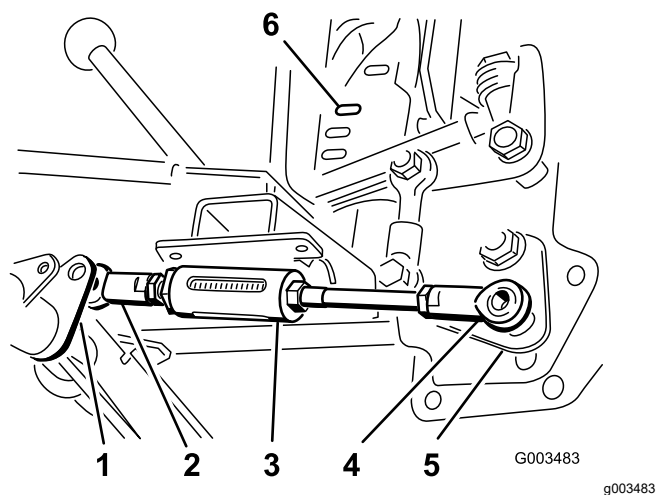

Figure 7
1. Positionnez la rotule du côté court de la tige réglable à droite du levier de tige réglable sur le tube de pivot (Figure 7)
- Placez la rotule du côté long de la tige réglable sur le goujon au bas du levier de levage et fixez-la en place avec un contre-écrou (½ po) légèrement serré (Figure 7).